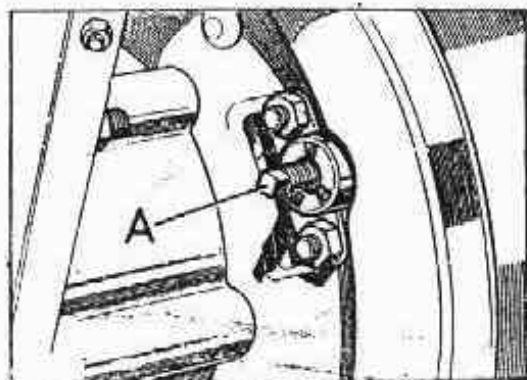

Fig. 57. Ajuste del freno a la transmisión
1. Con la palanca del freno completamente suelta y con una llave se hará girar la cabeza del vástago cónico de ajuste (fig. 57) que actúa sobre los émbolos de las zapatas.